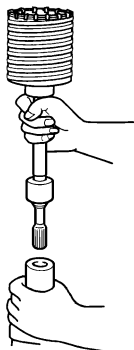
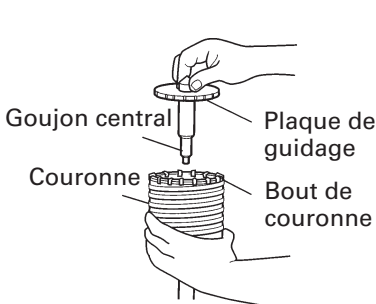

Fig. 14
Fig. 15
- (2) Monter la queue de couronne sur le marteau rotatif à percussion. (Fig. 14)
- (3) Introduire le goujon central dans la plaque de guidage jusqu'à ce qu'il arrête.
- (4) Engager la plaque de guidage dans la couronne et tourner la plaque de guidage à gauche ou à droite de manière à ce qu'elle ne puisse pas tomber, même si elle orientée vers le bas. (Fig. 15)